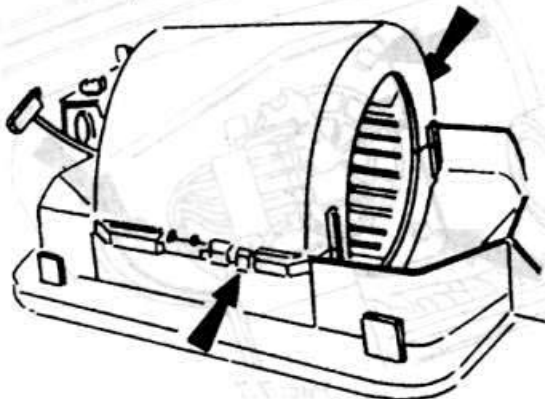

Рис. 7.12
- ♦ Откройте оба зацепа, показанные на рис. 7.12 и выньте вентилятор.